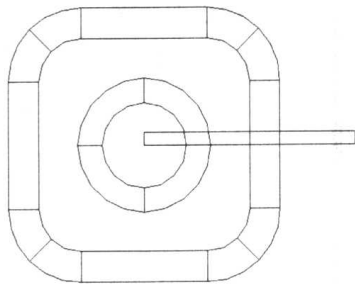

图 2-7
10. 单击“绘图”工具栏上的  按钮或输入 REC 命令。捕捉圆心为角点画一个对角点为(@100,6)的矩形。如图 2-7 所示位置。